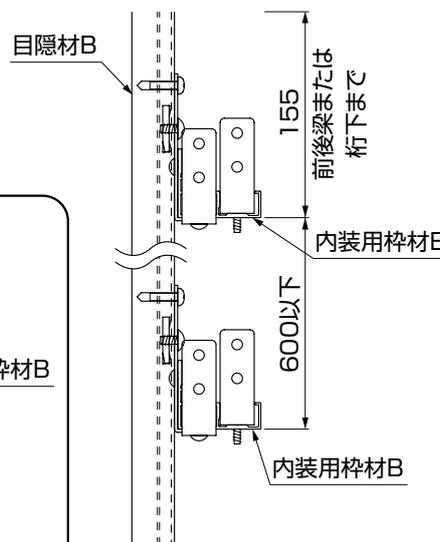

図4-3
- 内装用枠材Bは取付けピッチを600以下にしてください。(図4-3参照)
- ④ 棚受け金具取付用裏板を目隠材Bの溝に入れて、内装用枠材Bを【43-4】でしっかりと固定してください。